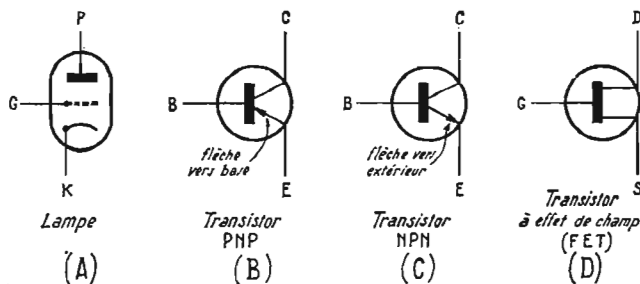

FIG. 1
En faisant appel à l'analogie lampe-transistor, on trouvera, à la figure 1, les symboles schématiques des lampes et des transistors triodes. En (A), on a représenté la lampe triode avec ses trois électrodes : G = grille, P = cathode, P = plaque ou anode.